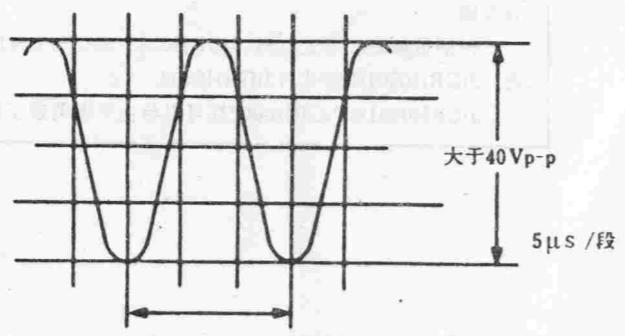

图12
②装入空白磁带, 置录像机为录制状态;
③检测消磁电压是否大于 $40V_{p-p}$ , 如图12所